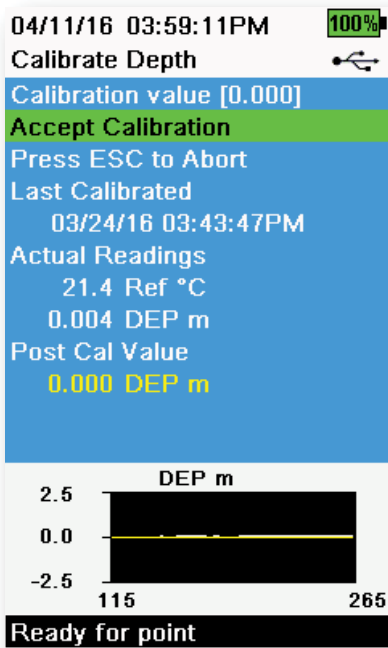

图 47 校准深度
3. 观察实际测量读数是否稳定（图表上的白线 40 秒内没有明显变化），然后选择 **Accept Calibration (接受校准)**（图 47）。